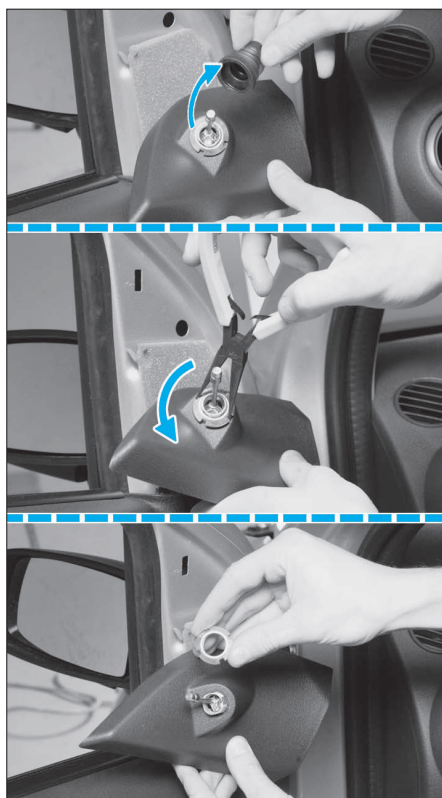

FIG. 58
- Décliper de la même façon l'enjoliveur intérieur de rétroviseur, puis déposer le caoutchouc de la manette de réglage (Fig.58).